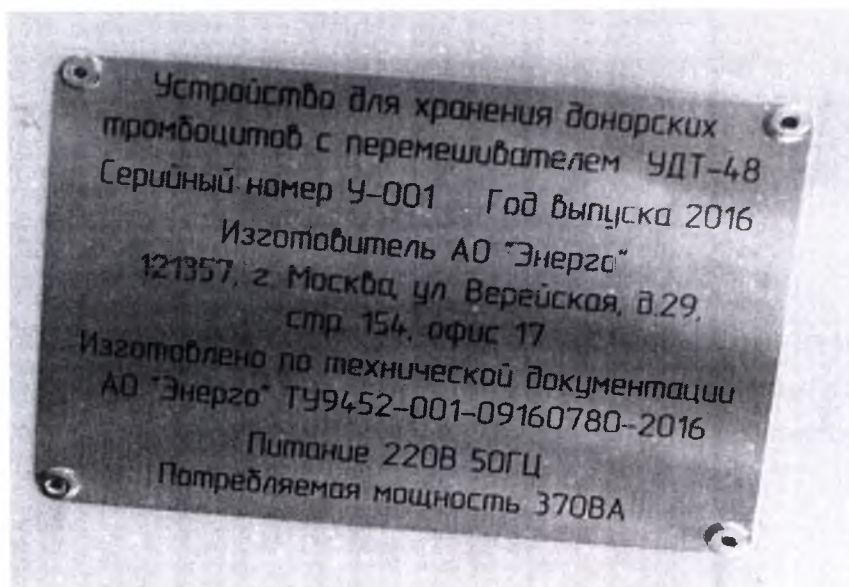
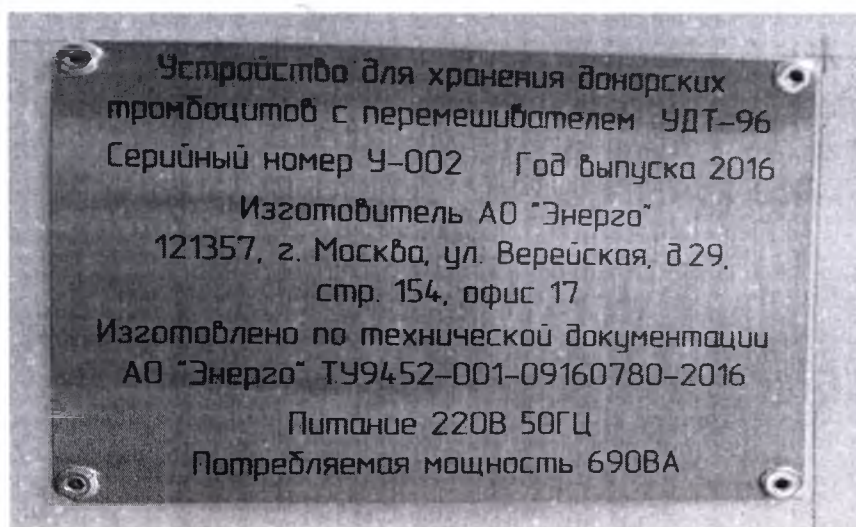

Рис.6 Пример этикетки для устройства УДТ-48
Рис.7 Пример этикетки для устройства УДТ-96
5.3.2 На задней стенке устройства наклеена этикетка, размером 100×80 мм, на которой методом термотрансферной печати, в соответствии с конструкторской документацией, указана следующая информация (рис.6 и рис.7):